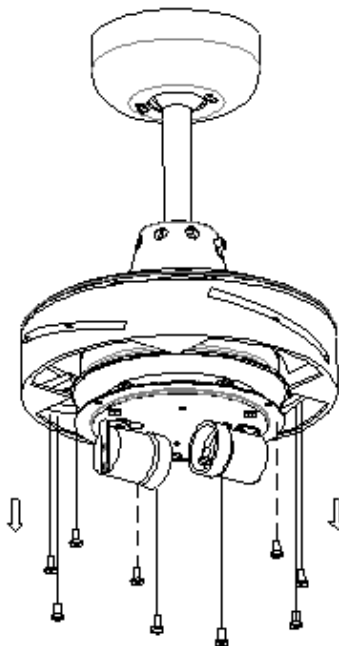

Fig.5
3. Antes de montar las aspas, retire los tornillos de fijación de aspa premontados. (Fig. 5)